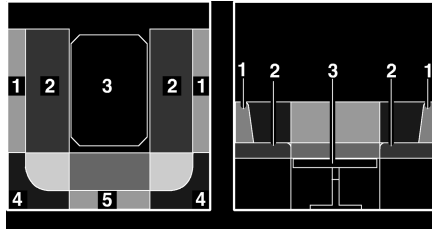

Fig. 115 Durante la transformación
- Tirar de los cojines del asiento (Fig. 115,2) hacia el centro.
- Colocar los cojines del respaldo (Fig. 115,1) entre los cojines del asiento y la pared exterior.
- Quitar los cojines del respaldo (Fig. 115,4 y 5) y ponerlos a un lado.